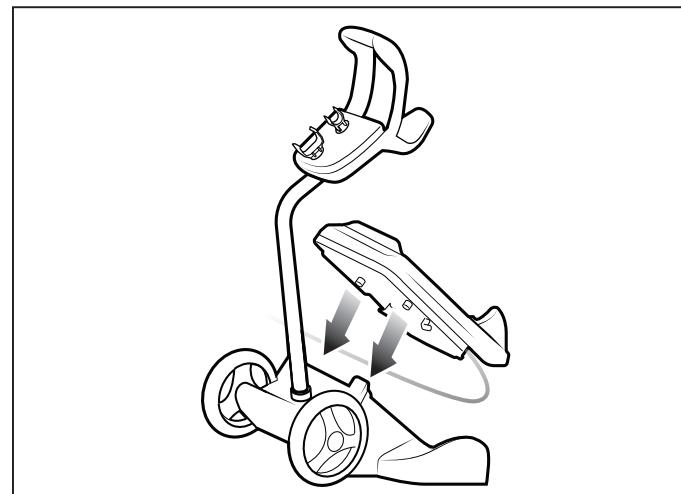

Figura 2. Montaje de la estación de carga
1. Inserte la estación de carga en el carrito de carga. Introduzca firmemente las guías de la estación de carga en los orificios del carrito de carga hasta que la estación quede bien sujetada (consulte la Figura 2).